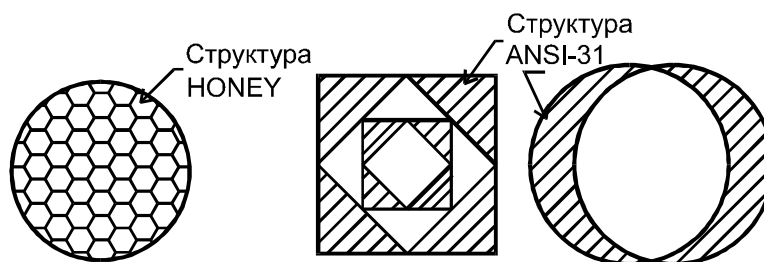

Рис. 33. Графическое задание № 1
1. Выполнить графическое задание № 1 (рис. 33). Начертить фигуры и заштриховать их методом *выбора объектов*.